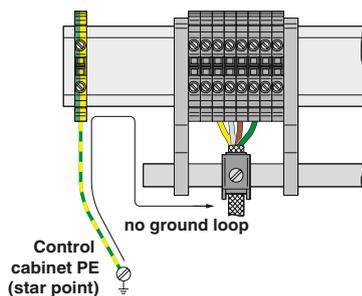

Bild 3: Die Verbindung des Schirmkabels mit der Erde läuft hier über die Tragschiene. Der Aufbau dieser Erdung ist korrekt.
Zur Verdeutlichung der Effektivität von Maßnahmen zum Schutz gegen Störbeeinflussungen dient das folgende Beispiel. Die gezeigte Anordnung wird einem magnetischen Wechselfeld mit 50 kHz auf einer Länge von 2 m ausgesetzt. Die am Ausgang gemessene Störspannung wird dabei in Relation zu der Störspannung bei nicht angeschlossenem Leiterschirm (1) 0 dB angegeben. Bei einem einseitig angeschlossenen Schirm (2) ergibt sich keine Verbesserung, da er bei magnetischen Störungen nicht wirkt. Ein beidseitig angeschlossener Schirm wie in Bild 3 dämpft das Störfeld um